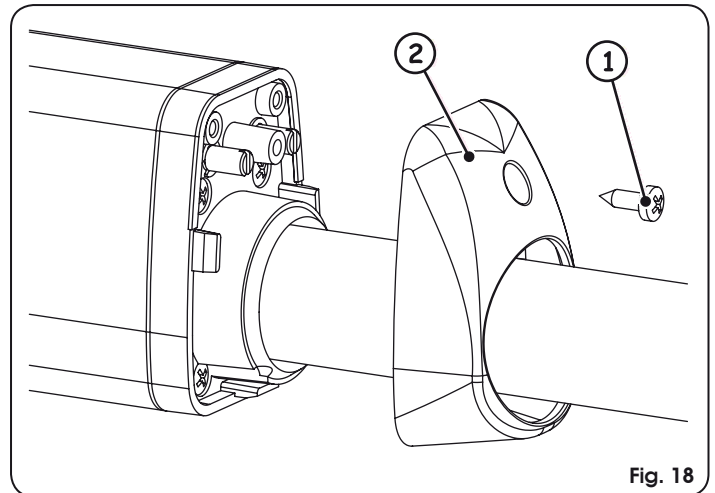

Fig. 18
1. Dévisser la vis de fixation supérieure, Fig. 18 réf. ①, et extraire le couvercle, Fig. 18 réf. ②.
5. Repositionner le couvercle, Fig. 18 réf. ②, et serrer de nouveau la vis de fixation, Fig. 18 réf. ①.